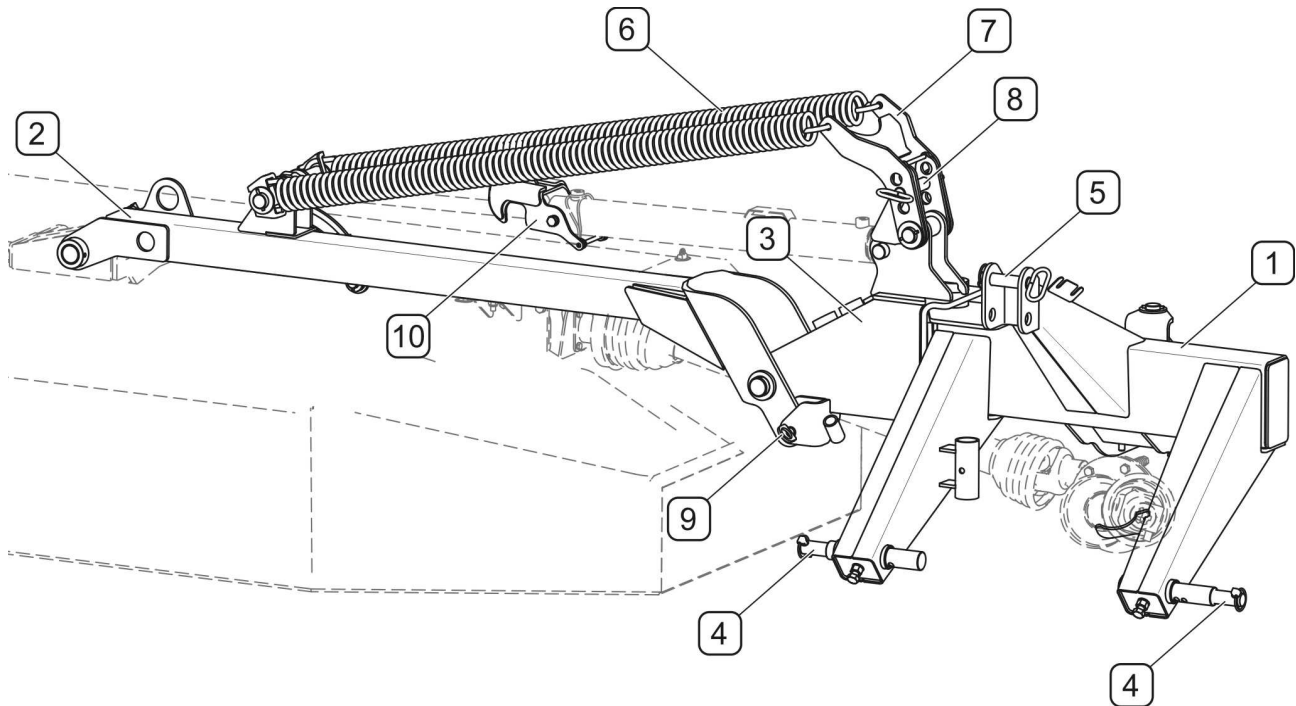

BILD 3.2A **Aufhängung des Mähwerks PDT250**
(1)- Rahmen der Dreipunktaufhängung; (2)- Tragrahmen; (3)- bewegbarer Arm; (4)- Bolzen der unteren Zugstangen von Dreipunktaufhängung; (5)- Bolzen des zentralen Verbinders; (6)- Entlastungsfedern; (7)- Federzaum; (8)- Bolzen des Federaufzuges; (9)- Verriegelungsbolzen des Tragarms; (10)- Verriegelungsklinke des Zylinders
Das Hauptelement der Aufhängung (BILD 3.2A) vom Mähwerk *PDT250* ist Rahmen der Dreipunktaufhängung (1), der mit zwei unteren Bolzen (4) und einem oberen Bolzen (5) ausgestattet ist, die zum Verbinden mit Dreipunktaufhängung des Schleppers dienen. Bewegbarer Arm (3) ermöglicht Kippen der Schneidegruppe nach hinten. Tragarm (2) dient zum Anheben der Schneidegruppe. Zum Entlasten der Schneidegruppe dienen Federn (6), deren Anspannung eingestellt werden kann, indem Loch der Befestigung vom Bolzen (8) verändert wird. Durch den Bolzen (9) wird der Tragarm (2) verriegelt, wenn das Mähwerk vom Schlepper getrennt ist.